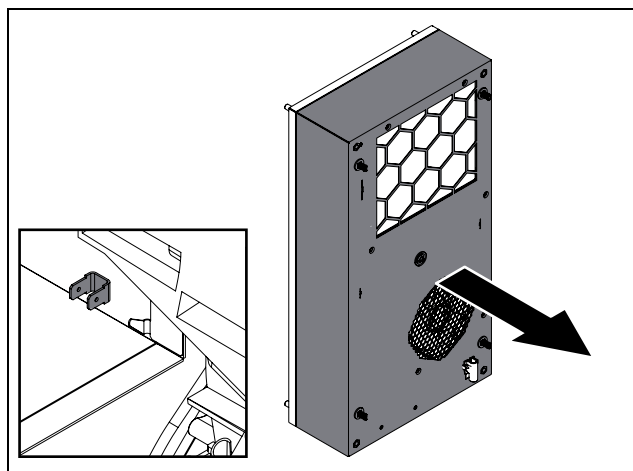

Fig. 61: Collegamento del conduttore PE (figura di esempio)
- Prima di rimontare completamente la cuffia, assicurarsi che la messa a terra di protezione sia collegato correttamente al connettore piatto della cuffia (fig. 61).